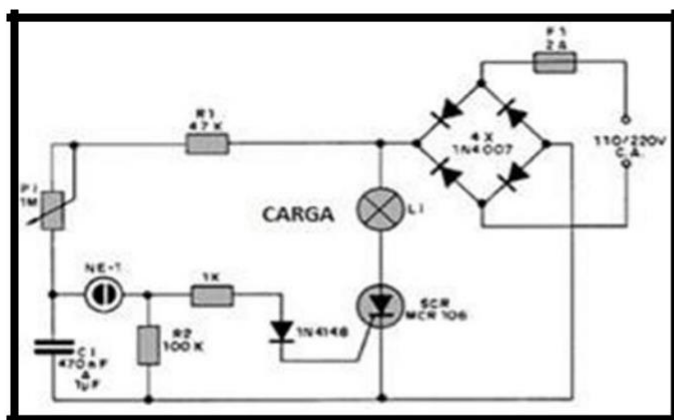

Figura 24. Control de lámparas incandescentes con 110vac o con 220vac. Fuente: Recuperado de <https://recursos.citcea.upc.edu/llum/lamparas/lincan.html>
- El control es de onda completa y el ajuste de frecuencia se hace con C1 y potenciómetro, ver la figura 24.